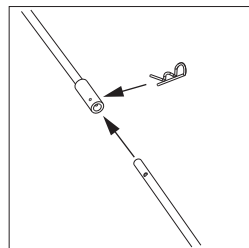

рис. 6.
1. Соберите ручку (рис. 6) при помощи специального вала-удлинителя, и закрепите его с помощью штифта. Проверьте, что отверстия вала и соединения расположены соосно.